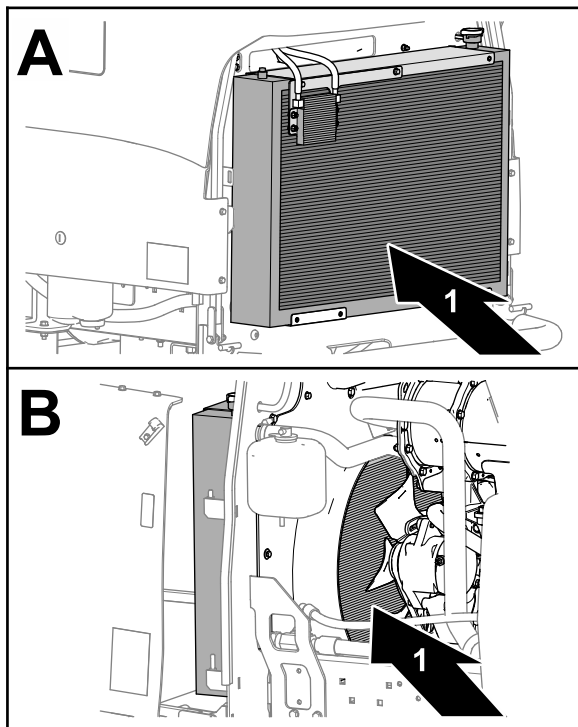

Figura 66
7. Pulite accuratamente entrambi i lati del radiatore e del refrigeratore dell'olio utilizzando aria compressa (Figura 66).